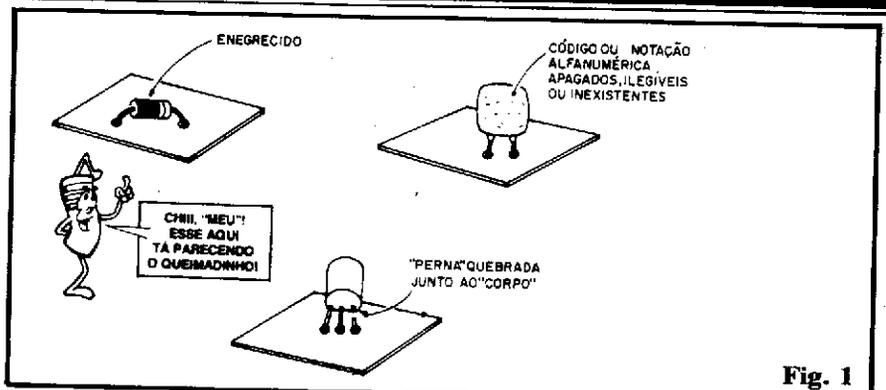
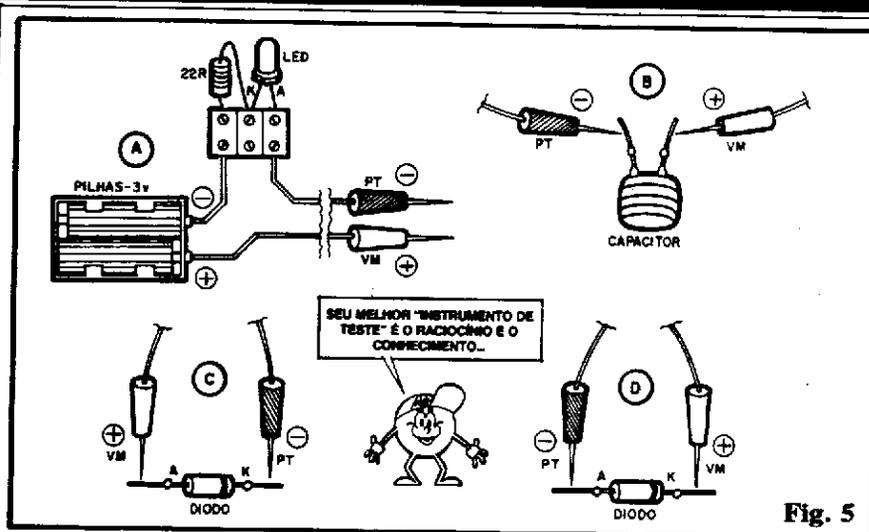

Fig. 1
Fig. 5
- **FIG. 1 - A ANÁLISE VISUAL** - A maioria das modernas SUCATAS já estão dispostas em Circuitos Impressos, porém ainda é possível achar algumas, bem velhonas, nos pré-históricos **chassis** metálicos. Se a "coisa" estiver muito suja, escovar e espanar pode ajudar (não vão "lavar" as SUCATAS, já que muitos componentes podem ser sensíveis à umidade...). Em seguida, conforme indicam as condições mais elementares da fig. 1, devem ser automaticamente descartados os componentes que:
- **FIG. 5 - OS TESTES ELEMEN-TARES** - Além da análise puramente visual já detalhada na fig. 1, é lógico que alguns outros testes elementares devem ser feitos, antes de considerar os componentes removidos da SUCATA como realmente aproveitáveis... Com o simplíssimo dispositivo cuja montagem é vista na fig. 5-A (um su-
No exemplo mostrado em 5-B, um capacitor de baixo valor (disco, poliéster, plate, etc.) está sendo verificado... Na condição indicada, o LED do PROVADOR não deve acender, já que se isso ocorrer, o capacitor estará “em curto”, devendo ser imediatamente descartado! Em capacitores de alto valor (tipicamente eletrolíticos) e com as pontas do PROVADOR aplicadas “nos conformes” da polaridade do componente testado, pode ocorrer uma breve “pisca-da” inicial do LED indicador (devido ao momentâneo e relativamente intenso trânsito da corrente de carga do dito capacitor...), que, porém, logo em seguida cessa, devendo o LED restar apagado! Outros exemplos elucidativos estão nas figs. 5-C e 5-D, com a verificação de um diodo: o LED indicador deverá acender no teste 5-C e não acender no 5-D. Qualquer “outro” comportamento do LED indicador denotará um diodo arruinado (“em curto” ou “aberto”, destinado ao lixo...).
Com os elementos já “arquivados” na memória do Leitor/Aluno, obtidos nas “Aulas” anteriores do ABC, praticamente qualquer componente poderá ser testado com sucesso, pelo menos quanto a seus elementares parâmetros e condições, via PROVADOR da fig. 5-A. Não se pode - certamente - “medir” valores e outras “sutilezas” com o simples PROVADOR, porém a grosso modo, sua utilidade é muito grande! O Leitor/Aluno “esperto”, rapidinho providenciará um dispositivo em caráter definitivo, devidamente embutido numa caixinha (contendo as pilhas e expondo a “cabeça” do LED indicador, sobressaindo as duas pontas de prova dotadas de fios não muito curtos...) mantendo-o sobre a bancada. Será - garantimos - muito usado ao longo do aprendizado e prática da Eletrônica!